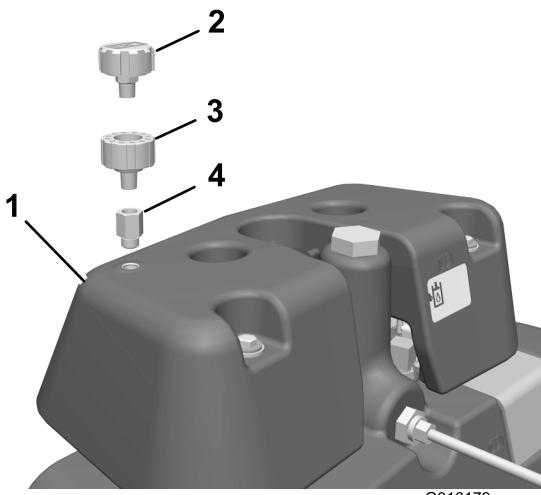

図 9
34. リークディテクタのタンクに、油圧フィッティング、ブリーザアダプタ、ブリーザを取り付ける(図 9)。